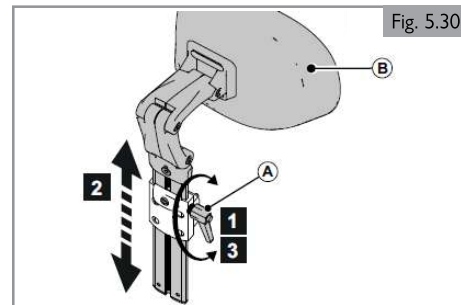

Fig. 5.30
**Hauteur de l'appui-tête (Fig. 5.30)**
1. Desserrez (A) de quelques tours.
2. Ajustez (B) à la position désirée.
3. Resserrez (A).